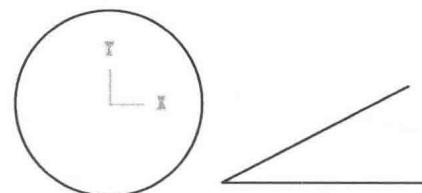
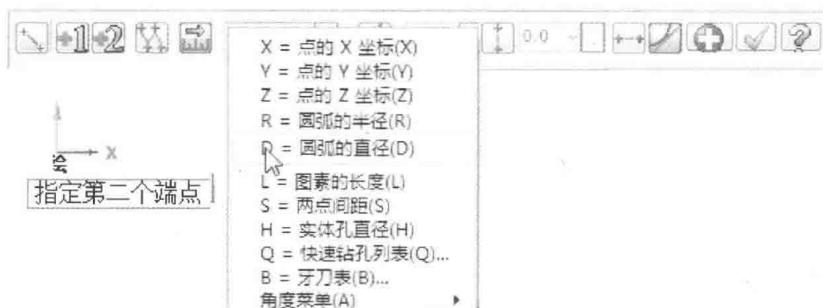
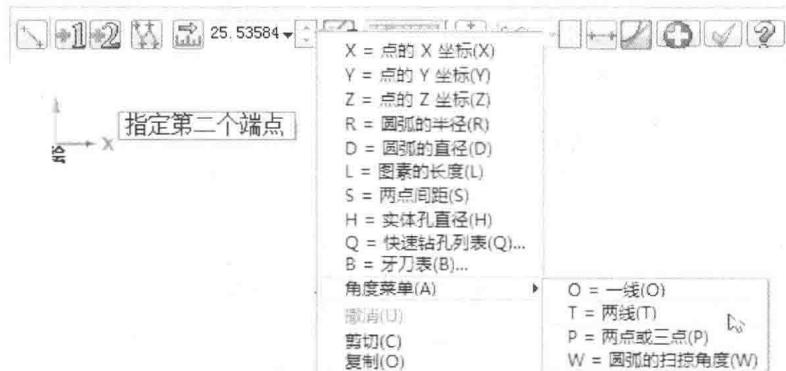
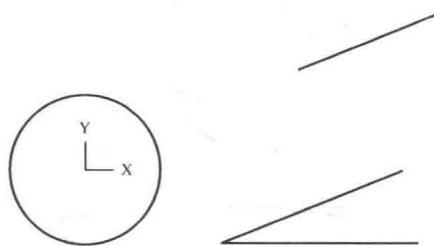

图 1-2 快速拾取例题
图 1-13 直线长度=圆弧的直径(D)
图 1-14 直线极坐标=角度菜单/两线
图 1-15 任务二结果
应用快速拾取功能，用极坐标方法绘制一条直线，直线的一端点为(10,5)，角度为图 1-2 中两直线之间的锐角，直线长度为图 1-2 中圆的直径。
- (1) 选择菜单上的【绘图】/【线】/【两点绘线】命令，或者单击工具栏上的快捷按钮 ，系统提示指定第一个端点。
- (2) 输入(10,5,0)按 Enter 键，再将鼠标移至直线长度文本框(图 1-13 所示区域)，单击鼠标右键，选择快捷菜单中的“D=圆弧的直径(D)”，按提示选择图 1-2 中的圆。
(3) 在图 1-14 所示的区域中,单击鼠标右键,选择快捷菜单中的“角度菜单(A)”/“两线”命令,然后逆时针点选图 1-2 中的两条直线,按 Enter 键,图形窗口显示出需绘制的直线,最后单击【两点绘线】操作栏中的确定 按钮,即可绘出图 1-15 所示直线。